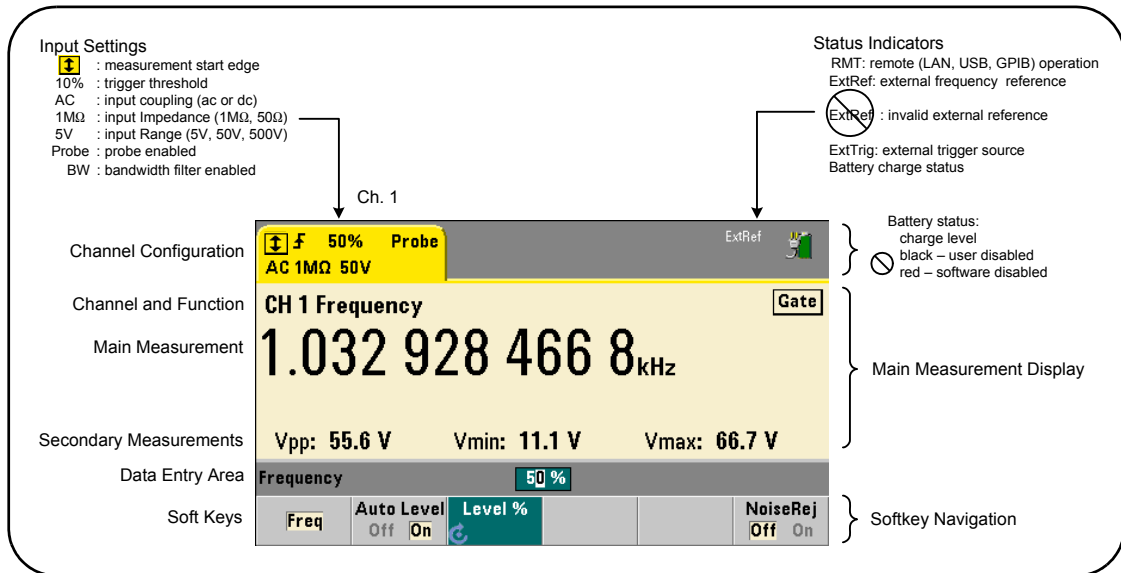

Abbildung 1-2. Das 53210A Display.
Das Layout des 53210A Displays ist in Abbildung 1-2 dargestellt.
**Akku in Verwendung** Vorhandensein und Status (aktiviert oder deaktiviert) des Akkus wird durch ein Akkusymbol in der oberen rechten Ecke der Anzeige (Abbildung 1-2) angezeigt. Im Fernbetrieb kann mit folgendem Befehl abgefragt werden, ob das Gerät zurzeit Netz- oder Akkuspannungsversorgung verwendet: